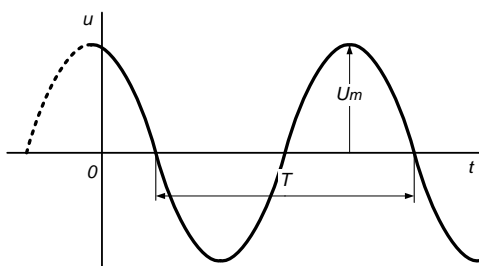

Рис.2 Параметры гармонического сигнала.
- Скопировать на миллиметровую бумагу осциллограмму, причем масштаб соответствует 1 см на 1 деление осциллографа (рис.2).